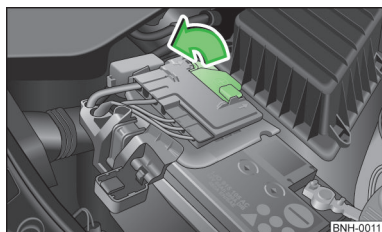

Fig. 103
- Abrir la cubierta en la dirección de la flecha » fig. 103.